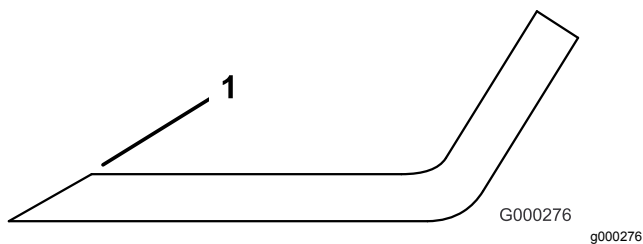

Bild 116
3. Prüfen Sie die Schnittkanten aller Messer und schärfen die Kanten, wenn sie stumpf sind oder Kerben haben (Bild 116).
Hinweis: Schärfen Sie nur die Oberseite der Schnittkante und behalten Sie den ursprünglichen Schnittwinkel bei, um die Schärfe des Messers zu gewährleisten (Bild 116). Das Schnittmesser bleibt ausgewuchtet, wenn von beiden Schnittkanten die gleiche Materialmenge entfernt wird.